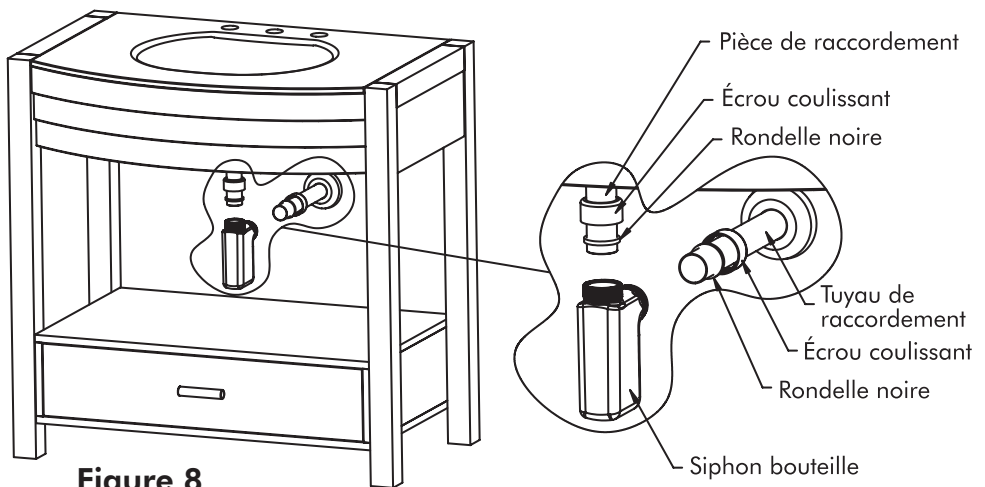

Figure 8
- Reportez-vous à la figure 8.